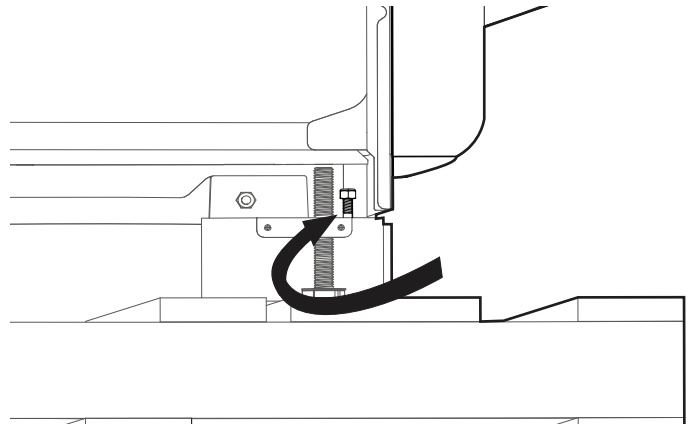

Figura 9: Quite la tuerca del cajón calentador situada en la plataforma de expedición
3. **Modelos PRDS48JDSGU/C:** Para tener acceso a los pernos de la plataforma de expedición situados debajo del cajón calentador, alcance la tuerca detrás y sobre la estructura del aparato y sujétela con una llave de  $\frac{1}{2}$  pulg. (vea la Figura 9). Use otra llave para aflojar la tuerca situada abajo. NO quite el cajón calentador.